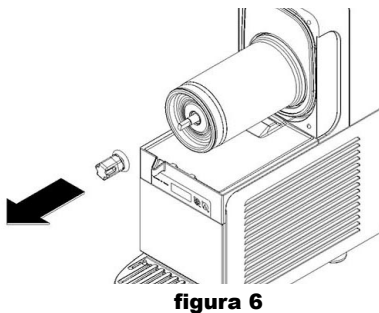

**figura 5**
**3** Extraiga del evaporador la espiral externa (ver figura 5) y, a continuación, la junta